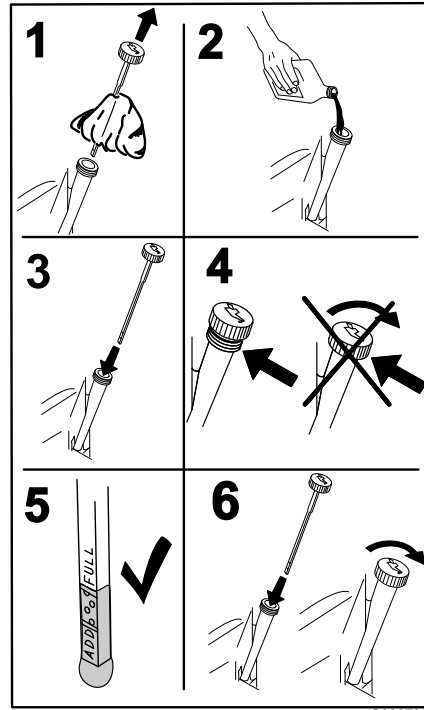

Figura 51
4. Vierta lentamente un 80% aproximadamente del aceite especificado por el tubo de llenado, luego añada lentamente el resto del aceite hasta que llegue a la marca de **Lleno** (Figura 51).